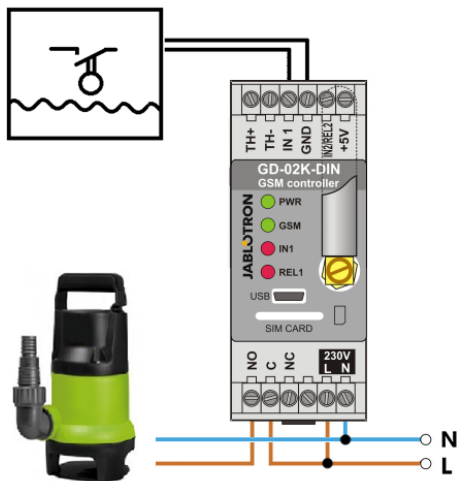

Рисунок 3: Моніторинг максимального рівня води в резервуарі, включаючи автоматичний злив води за допомогою водяного насоса.
- На цій схемі показано підключення датчика рівня до входів IN1 і GND. Силовий вихід REL1 перемикає 230 В на живлення водяного насоса, див. рисунок 3.